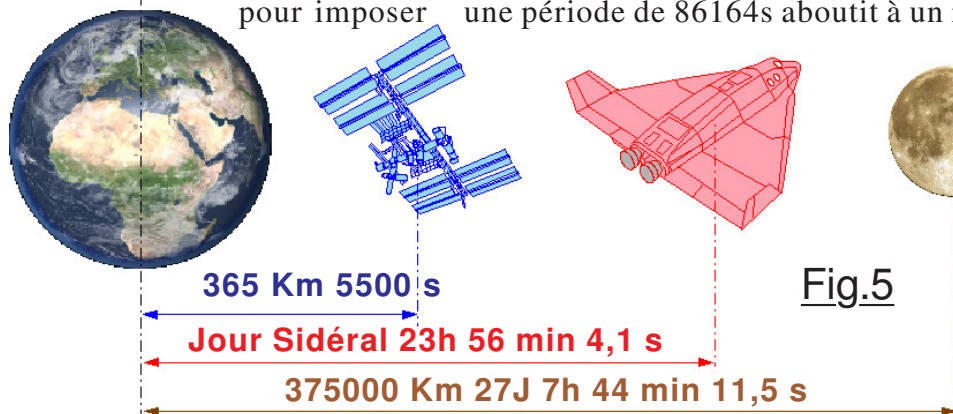

Fig.5
**O**rbite circulaire dans le plan équatorial terrestre. Certes, mais à quelle altitude ? En remarquant sur la Fig.5 qu'ISS à  $\approx 365$  Km